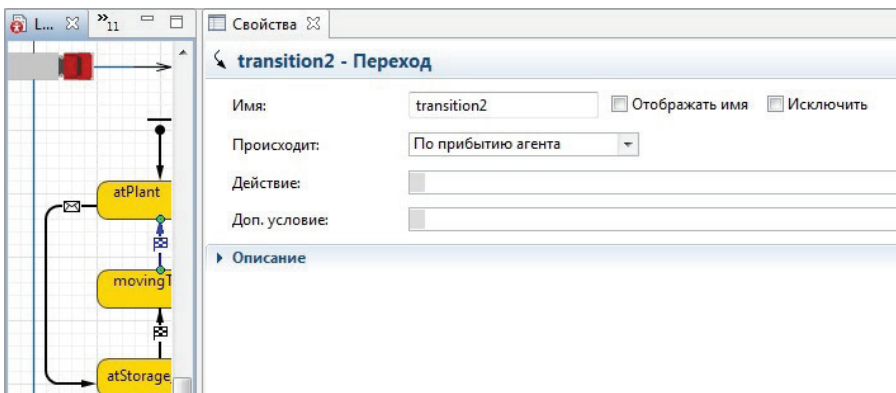

Рис. 6.42. Переход из состояния movingToPlant в состояние atPlant в агенте Lorry
- в переходе из состояния **movingToPlant** в состояние **atPlant** в действиях ничего не должно остаться (рис. 6.42).